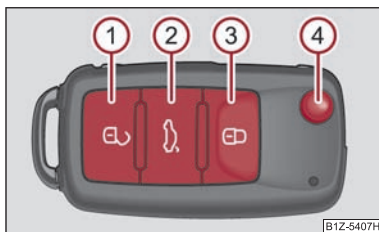

Fig. 30 Chiave a distanza
- Premere il tasto ① ⇒ fig. 30 per circa 1 secondo.